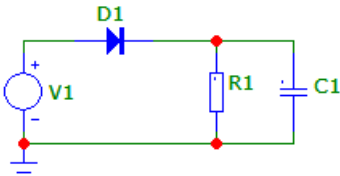

Рис. 6.3. Схема однополупериодного выпрямителя
2.5. Постройте на экране дисплея схему однополупериодного выпрямителя, приведенную на рис. 6.3 (источник напряжения: переменный, 50 Гц, 311 В; сопротивление 200 Ом).